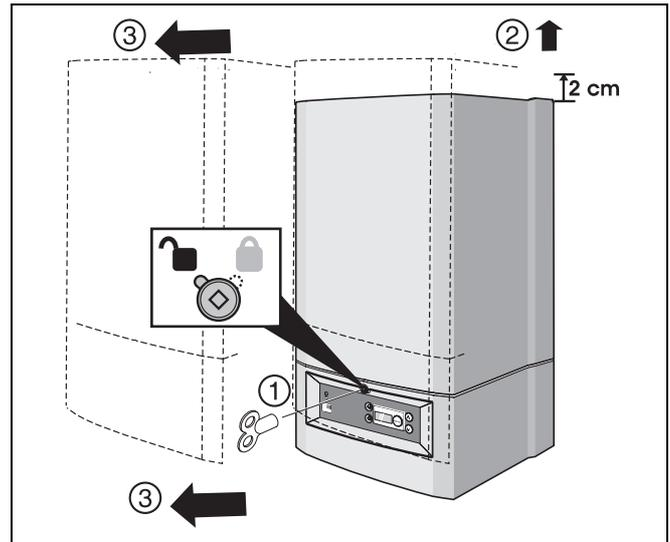

Fig. 4 Togliere il rivestimento
- Allentare la vite di sicurezza con la chiave per sfiatare i radiatori e rimuovere il rivestimento (fig. 4).
- Allentare la vite di sicurezza con la chiave del radiatore e rimuovere il rivestimento (fig. 4).